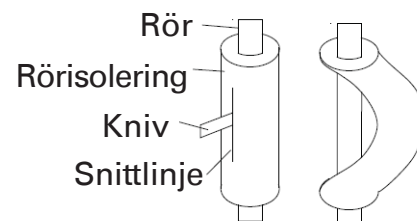

Fig.14
- (2) Böj aldrig rören i mer än 90°.
- (3). När rör upprepat böjs eller sträcks kommer materialet att härda vilket gör det svårt att böja eller sträcka ut dem längre. Böj eller sträck aldrig rören mer än tre gånger.
- (4). Vid bockning av rör skall det inte böjas det som är, det kan då brytas av. Skär upp värmeisoleringen med en vass kniv som visas i Fig.14 och böj efter att röret exponerats. Efter att du böjt röret som du vill ha det skall värmeisoleringen sättas tillbaka på röret och fästas med tejp.